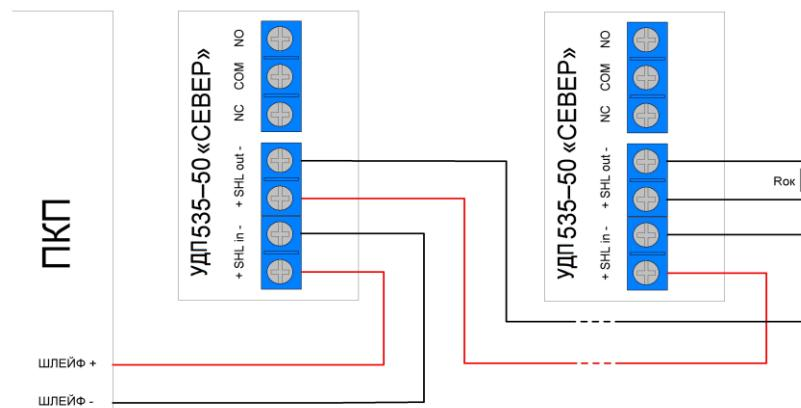

Рис.2. Схема подключения устройств в шлейф
- 5.3. Подключите провода шлейфа через герметичные кабельные вводы к клеммам на плате извещателя согласно схеме приведенной на Рис.2.